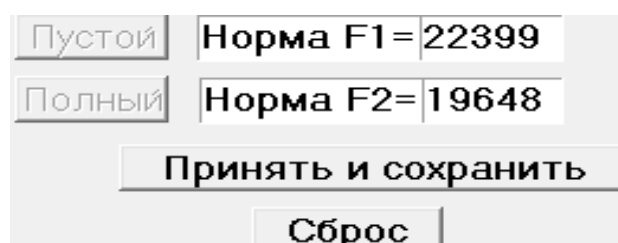

Рис. 6. Фрагмент вкладки «Калибровка» после нажатия кнопки «Полный»
2.2.5.4 Если требования п. п. 2.2.5.1 и 2.2.5.3 выполнены то нажать кнопку «Принять и сохранить». На вкладке должна появиться надпись с максимальным допустимым диапазоном калибровки, и в зоне «Калибровка» поля «Состояние датчика» индицируются результаты калибровки, см. Рис. 6.